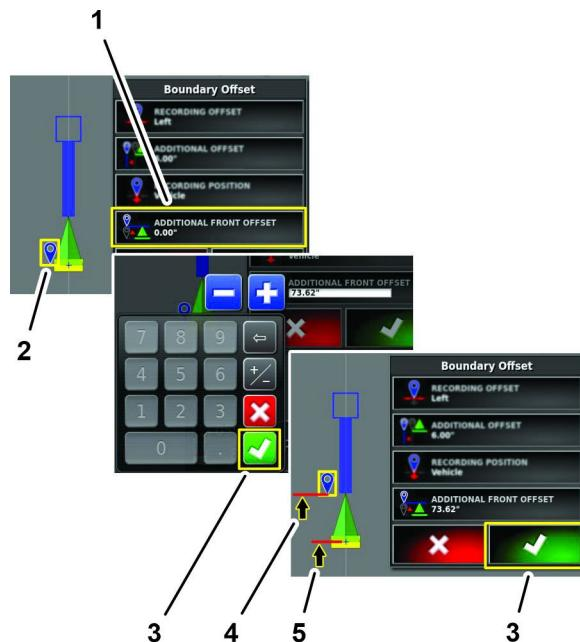

图 200
2. 用显示屏键盘输入前偏移量距离然后按“确认”图标图 200。